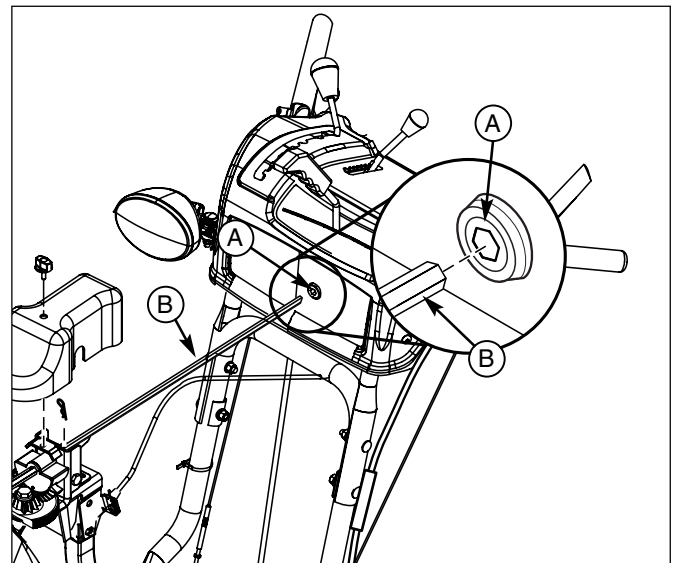

Figure 28. Installez la barre du rotor de la chute
16. Glissez la barre du rotor de la chute (B, figure 28) dans l'ouverture de l'arbre hexagonale (A).